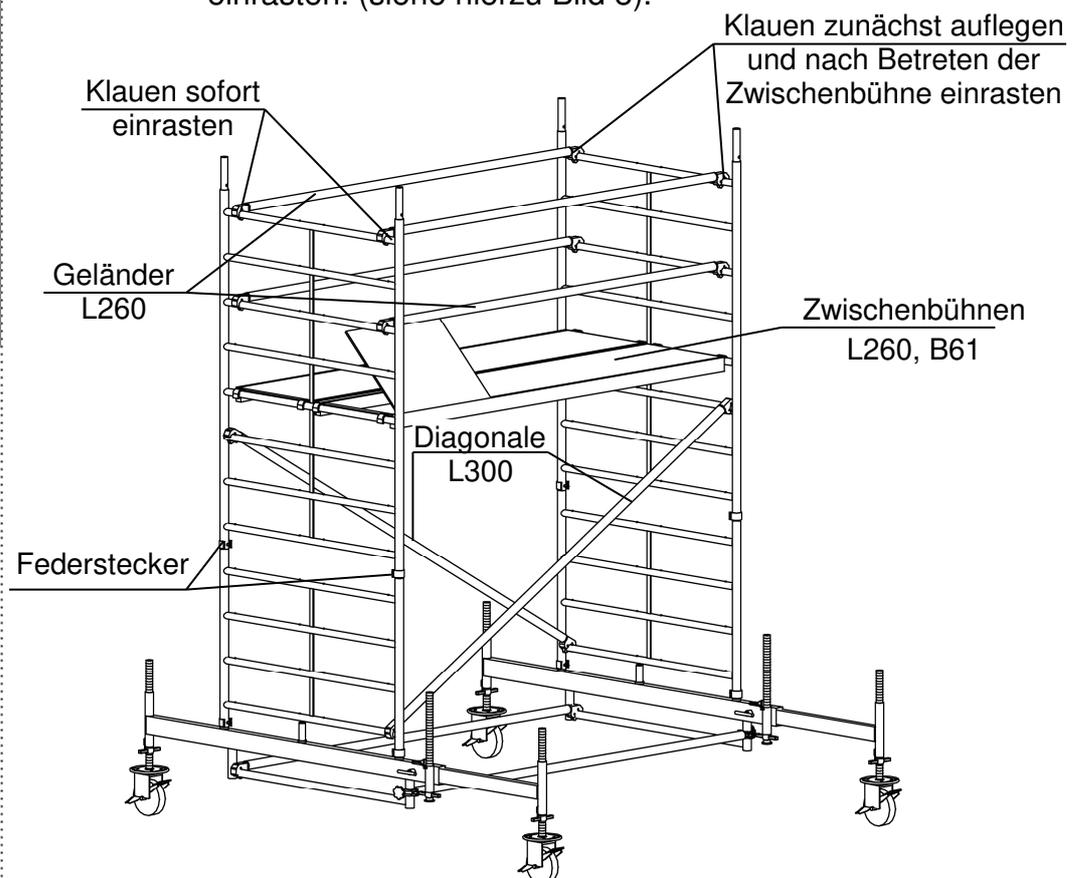
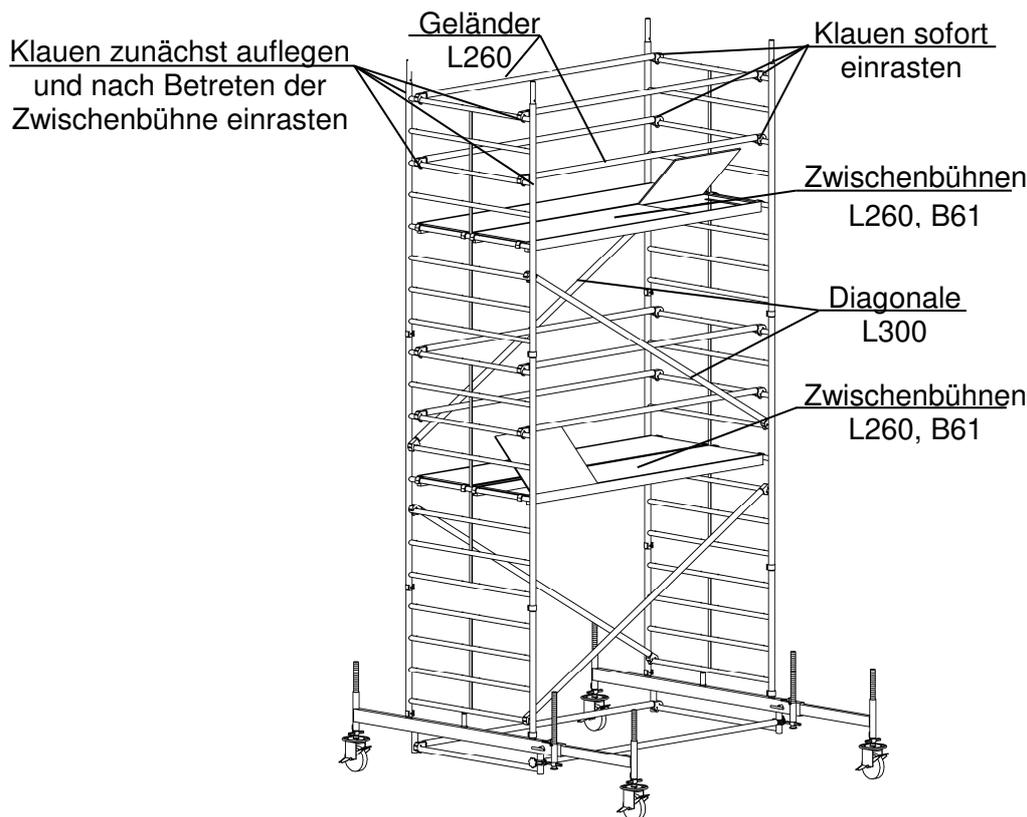
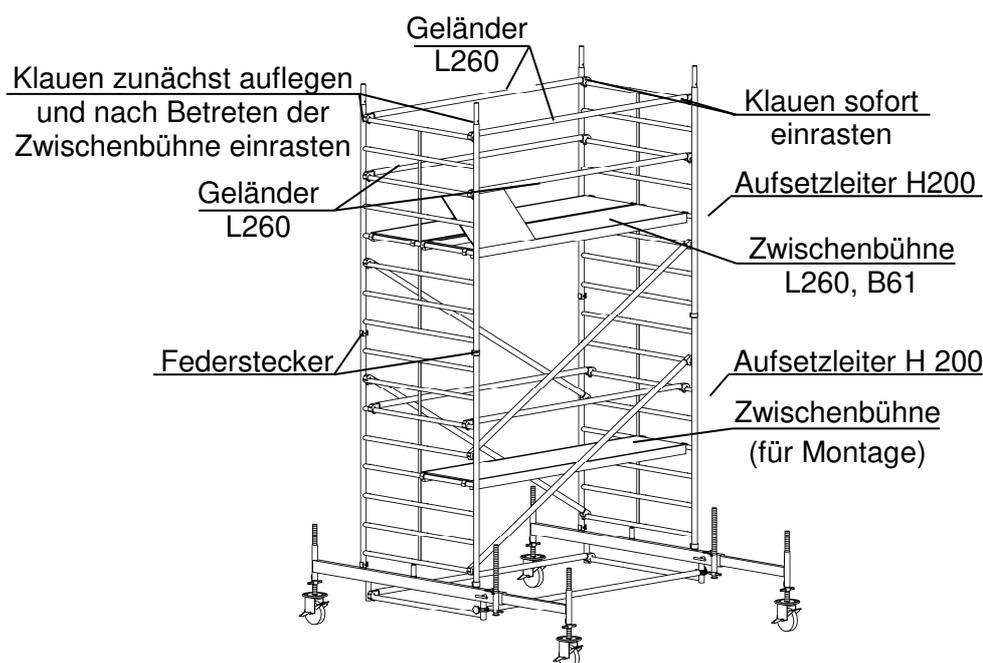

Bild 8: Seitenschutz der Zwischenbühne
Bild 9: Zwischenbühne Standhöhe 4.45 m
Bild 10: Zwischenbühne Standhöhe 3.45 m
- ➔ Die Zwischenbühne betreten und die abliegenden Klauen einrasten. (siehe hierzu Bild 8).
- Zum Seitenschutz der Zwischenbühne (Bild 9) siehe Beschreibung zu Bild 8.
- Zunächst auf die Grundeinheit mit 2 m-Aufsetzleitern (siehe Kap. 2.2.3) eine Arbeitsbühne L260, B61 als Zwischenbühne auf die 4. Sprosse der unteren Aufsetzleitern legen und die Abhebesicherung schließen. 2 Geländer L260 einen Meter über der Zwischenbühne einbauen (siehe hierzu Bild 10).
- Zum Seitenschutz der Zwischenbühne (Bild 10) siehe Beschreibung zu Bild 8.
- Der Seitenschutz ist wie zu Bild 8 und 9 beschrieben einzubauen.